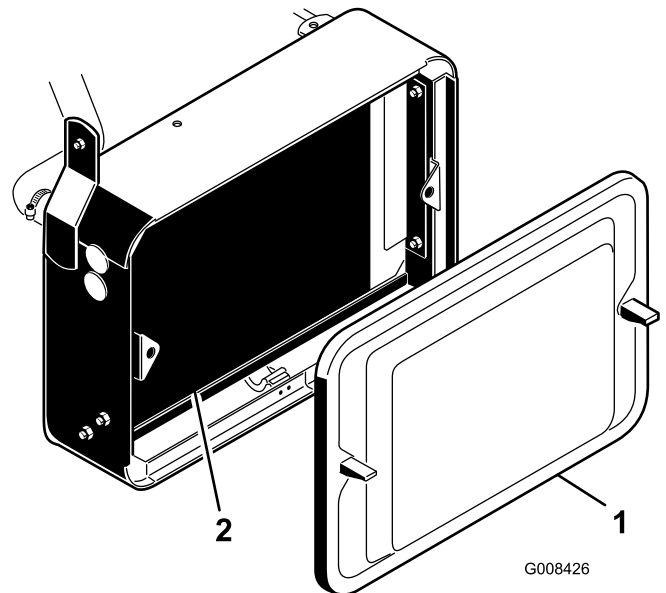

Bild 52
1. Entfernen Sie das Gitter (Bild 52).